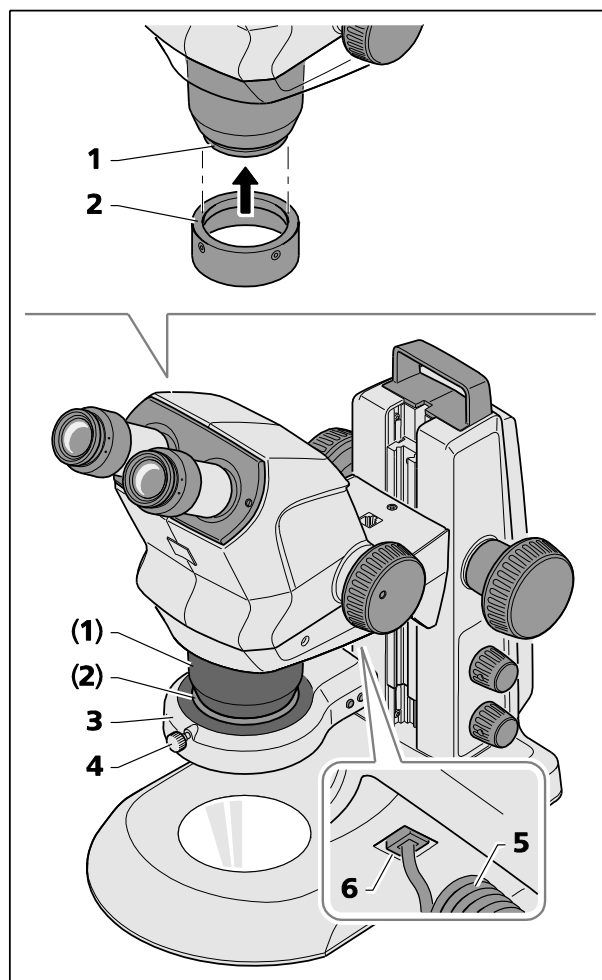

Fig. 9 Montaggio dell'illuminatore ad anello
- Spingere l'anello di fermo A53 (Fig. 9/2) dal lato inferiore sul vetro di protezione antipolvere (Fig. 9/1) dello Stemi 508 e fissarlo serrando le due viti di ritegno (a esagono incassato, mis. 3).
- Inserire il cavo di collegamento (Fig. 9/5) dell'illuminatore ad anello (Fig. 9/3) nella presa inferiore (Fig. 9/6) del supporto Stemi e nella presa dell'illuminatore ad anello.
- Spingere l'illuminatore ad anello sull'anello di fermo A53 (Fig. 9/2) dal basso e fissarlo con la vite a testa zigrinata (Fig. 9/4).
- Quindi, spingere l'illuminatore ad anello, insieme al adattatore, verso l'alto sull'ottica anteriore e fissarlo con la vite di fissaggio (vedere Fig. 9).